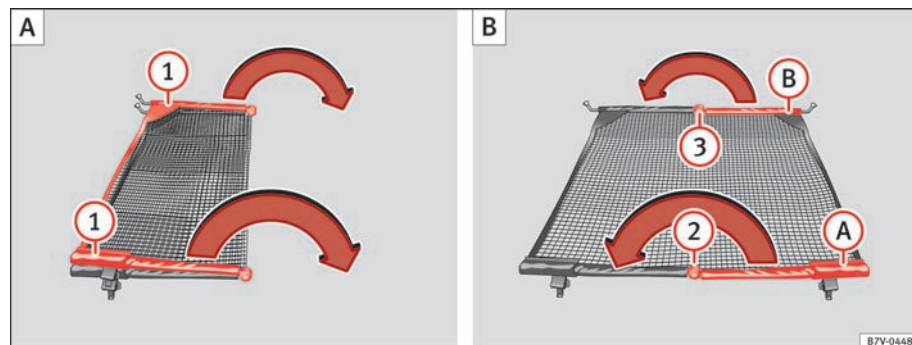

Fig. 93 Sådan klappes netskillevæggen ① ud og tilbage ② og ③.
Klap netskillevæggen tværstænger ⇒ Fig. 93 ① helt fra hinanden i pilens retning, indtil du hører en kliklyd.
- Tryk på udløserknappen $\Rightarrow$ Fig. 93 **(2)**, og klap tværstangen **(A)** sammen i pilens retning, mens udløserknappen er trykket ind.